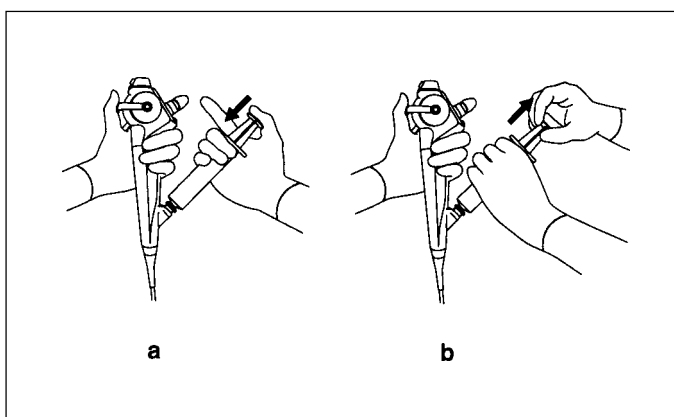

Рис. 4.6.
2. Нажмите на поршень шприца для введения жидкости для лаважа из шприца в инструментальный канал (см. рис. 4.6 а).
3. При присоединённом шприце медленно оттяните поршень шприца для аспирации жидкости после проведения лаважа (см. рис. 4.6 б).